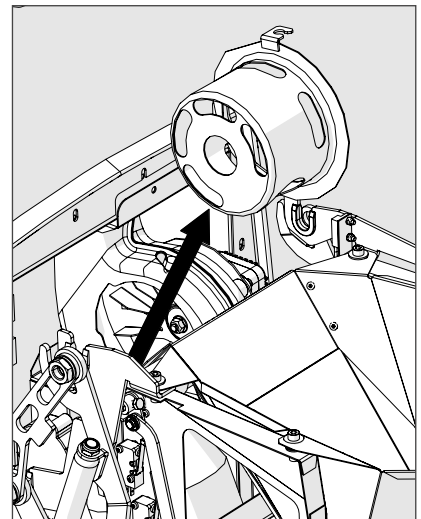

Abbildung 11
5. Nehmen Sie den Gebläseübergang heraus. Lösen Sie ihn von der Befestigungsschraube, indem Sie ihn leicht nach hinten drehen. Heben Sie ihn dann heraus (Abbildung 11).